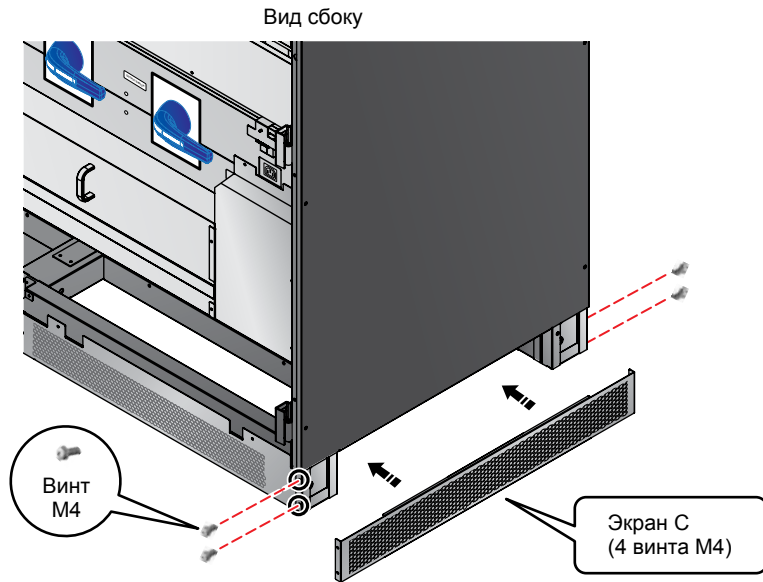

Рис. 6-6. Установка экрана С для защиты ИБП от грызунов справа
3. Находясь лицом к ИБП, установите экран С справа, как показано на **Рис. 6-6**.